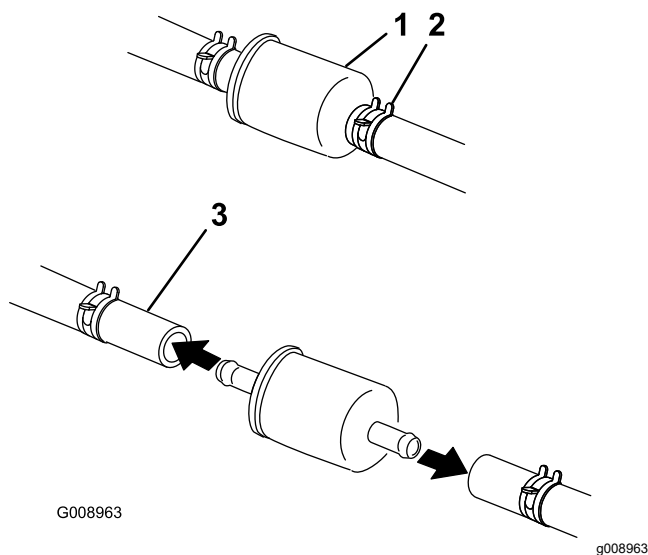

Figura 67
4. Cierre la válvula de cierre de combustible, situada debajo del asiento (Figura 67).
5. Apriete los extremos de las abrazaderas y deslícelas por la manguera alejándolas del filtro (Figura 67).
7. Instale un filtro nuevo y acerque las abrazaderas al filtro (Figura 67).